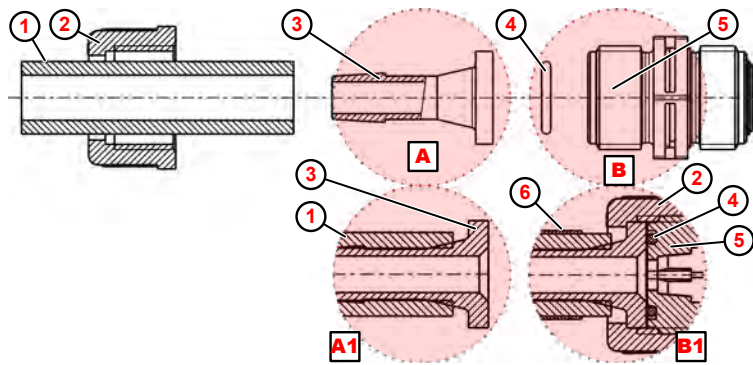

Fig. 9: Raccord de conduit et flexible avec embout et collier de serrage
1. ➤ Couper droit le flexible ( Fig. 9 , ① ).
2. ➤ Enfiler le collier de serrage ⑥ sur le flexible ① .
3. ➤ Enfiler l'écrou-raccord ② sur le flexible ① .
4. ➤ Pousser le flexible ① jusqu'à la collerette de butée sur l'embout ③ (détail ⓐ1).
5. ➤ Placer le joint torique ④ dans la rainure de la soupape d'aspiration ou de refoulement ⑤ .
6. ➤ Serrer l'écrou-raccord ② à fond.
7. ➤ Pousser le collier de serrage ⑥ vers le bas et le serrer à fond (détail ⓑ1).